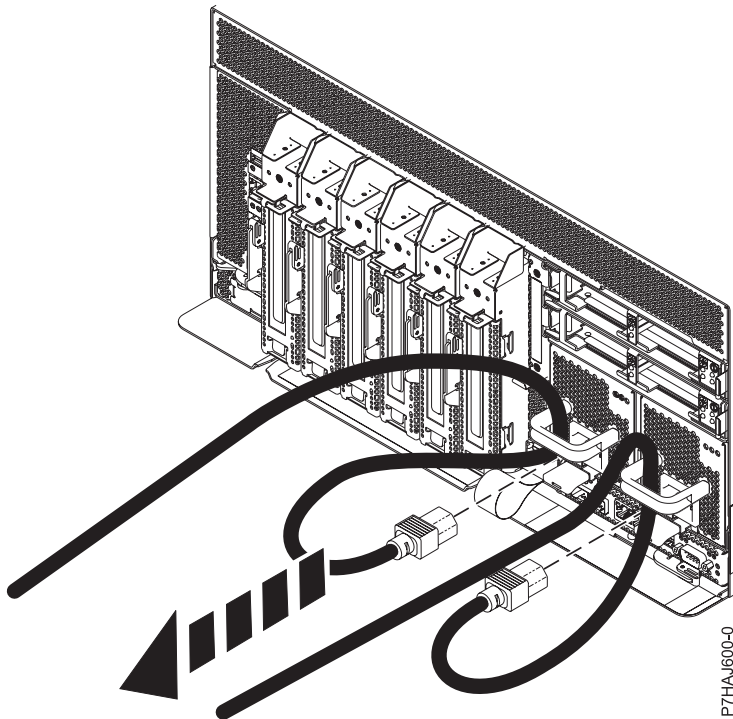

Abbildung 12. Netzkabel abziehen
3. Ziehen Sie die Netzkabel von der Systemeinheit ab (siehe Abb. 12 auf Seite 28).